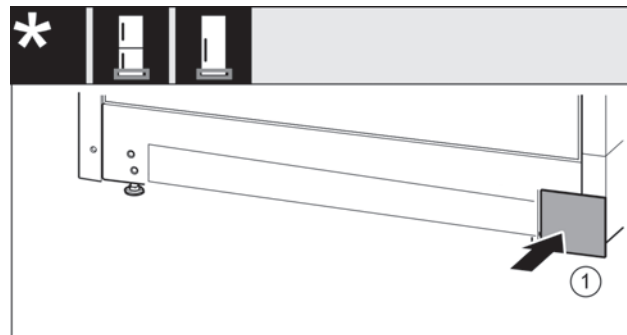

Fig. 26
- ▶ Снова установите крышку с другой стороны. Fig. 26 (1)